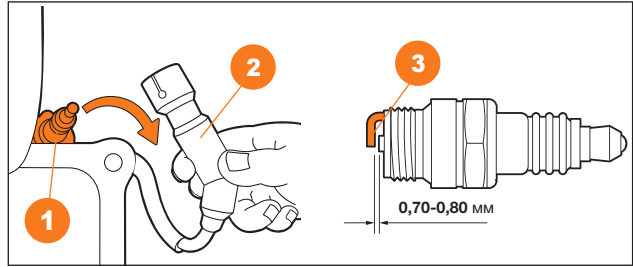

Рис. 22
1. Снимите высоковольтный колпачок ② свечи зажигания ① (Рис. 22).
2. Выверните свечу зажигания ① при помощи свечного ключа.